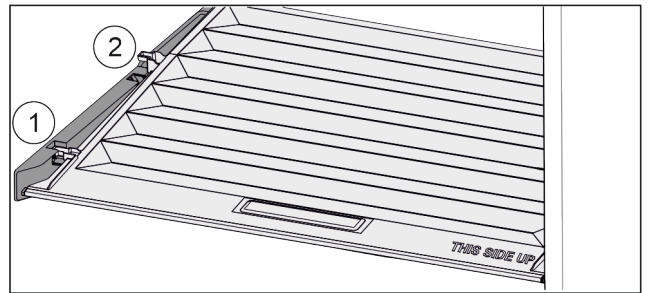

Fig. 40
- ▶ Deksel tot de opening in de vasthouddelen naar voren trekken Fig. 40 (1).
- ▶ Aan de achterkant vanaf de onderkant omhoog tillen en vanaf de bovenkant verwijderen Fig. 40 (2).